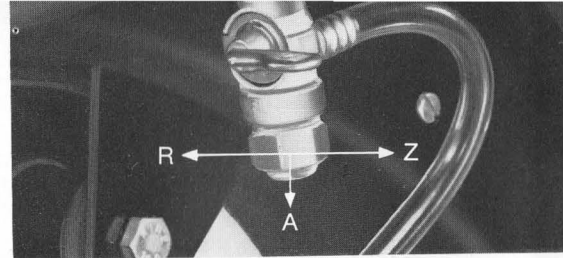

Bild 9
- 16 = Kraftstoffhahn (verdeckt, s. Bild 9)
Kraftstoffhahn (Bild 9)
Kraftstoffhahn (Bild 9) schließen (Stellung Z). Zündung durch Zünd-/Lichtschalter (5/3) unterbrechen.